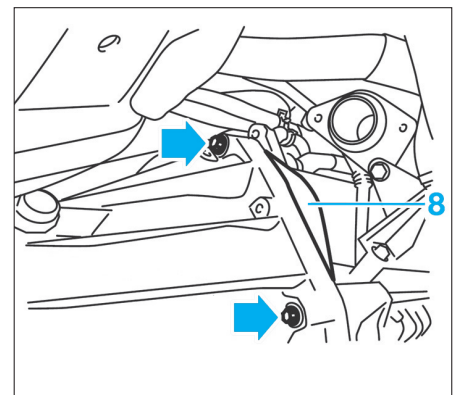

FIG. 8
- la tôle de protection de la cloche d'embrayage (8) (Fig.8).